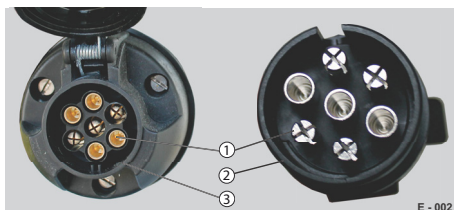

Abb. 2 Stecker, 7-polig, nur STEELY
- ▶ Kontakte (Abb. 2/1) der Steckverbindungen ggf. mit Kontaktspray pflegen.
- ▶ Stecker (Abb. 2/2) des Anhängers mit der Steckdose (Abb. 2/3) am Zugfahrzeug verbinden.